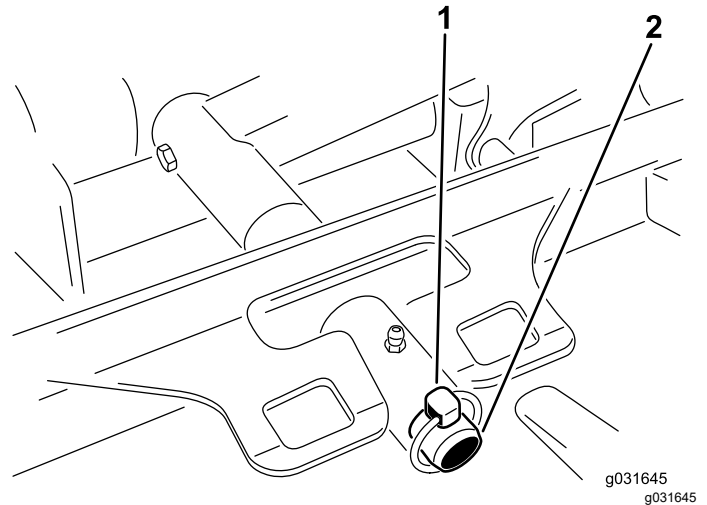

Bild 69
3. Entfernen Sie den Klappstecker oder die Befestigungsmutter, mit der der Mähwerkträggerahmen am Hubarm-Lagerbolzen befestigt ist (Bild 69).
3. Schieben Sie den Mähwerkträgerrahmen auf den Lagerbolzen des Hubarms und befestigen ihn mit dem Klappstecker oder der Befestigungsmutter (Bild 69).